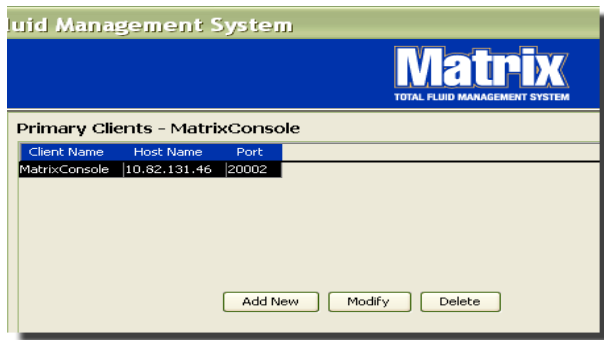

FIG. 79
- Para agregar Clientes principales adicionales, seleccione el botón Agregar nuevo (FIG. 79).